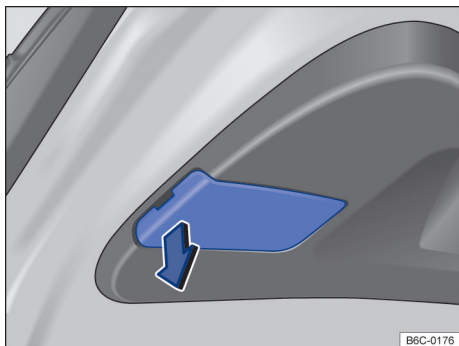

Fig. 133 Na tampa traseira: desmontar a cobertura da lanterna traseira.
- 3 Remover cuidadosamente a cobertura → Fig. 133 na tampa pelo rebaixo existente.